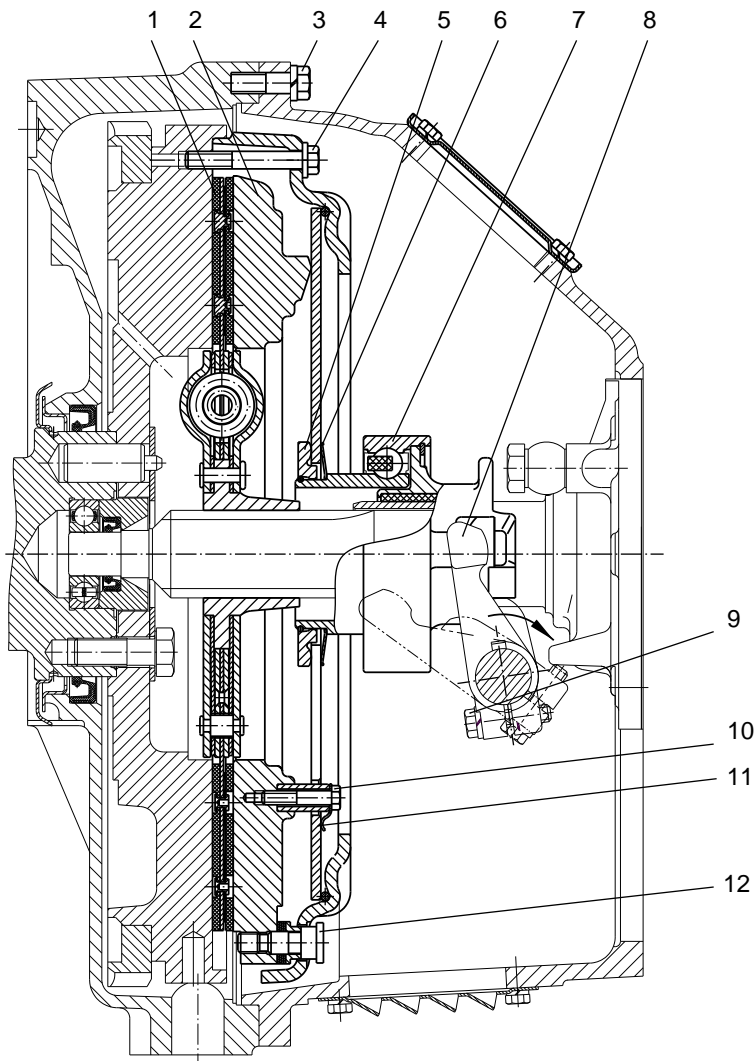
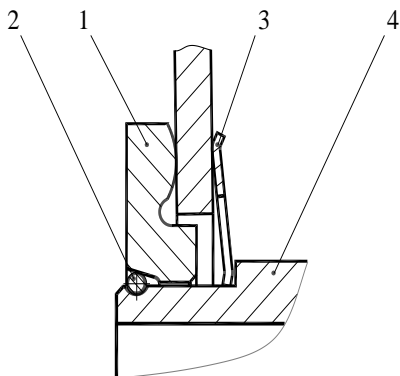

Рис. 25. Сцепление:
Рис. 27. Установка муфты
Диафрагменное сцепление (рис. 25) состоит из ведущих и ведомых частей, а также механизма выключения.
Механизм выключения сцепления состоит из муфты с подшипником 7 (см. рис. 25) и вилки 8 с валом, на шлицевой конец которого устанавливается рычаг. Муфта выключения сцепления соединяется с диафрагменной пружиной с помощью запорного устройства (рис. 27). При работе муфта центрируется по направляющей крышки заднего подшипника первичного вала коробки передач и удерживается от поворота боковыми поверхностями вилки. Выключение сцепления осуществляется поворотом вала по часовой стрелке (см. рис. 25).
1. Установить муфту на нажимной комплект (корзину) в соответствии с рис. 27.